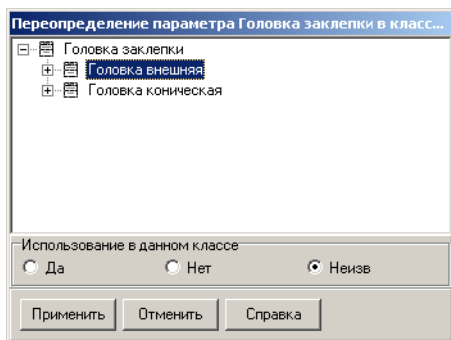

Рис. 4.120.
6. Дважды щелкните левой клавишей мыши по атрибуту *Головка заклепки*. Откроется окно переопределения параметра, в котором показан список допустимых типов атрибута (рис. 4.120).